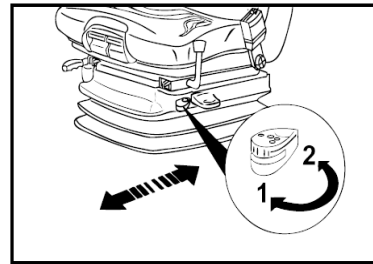

Figura 3-31
-O manípulo de bloqueio tem de trancar na posição pretendida. Não deverá ser possível movimentar o assento do operador para outra posição quando estiver trancado. (Figura 3-31)